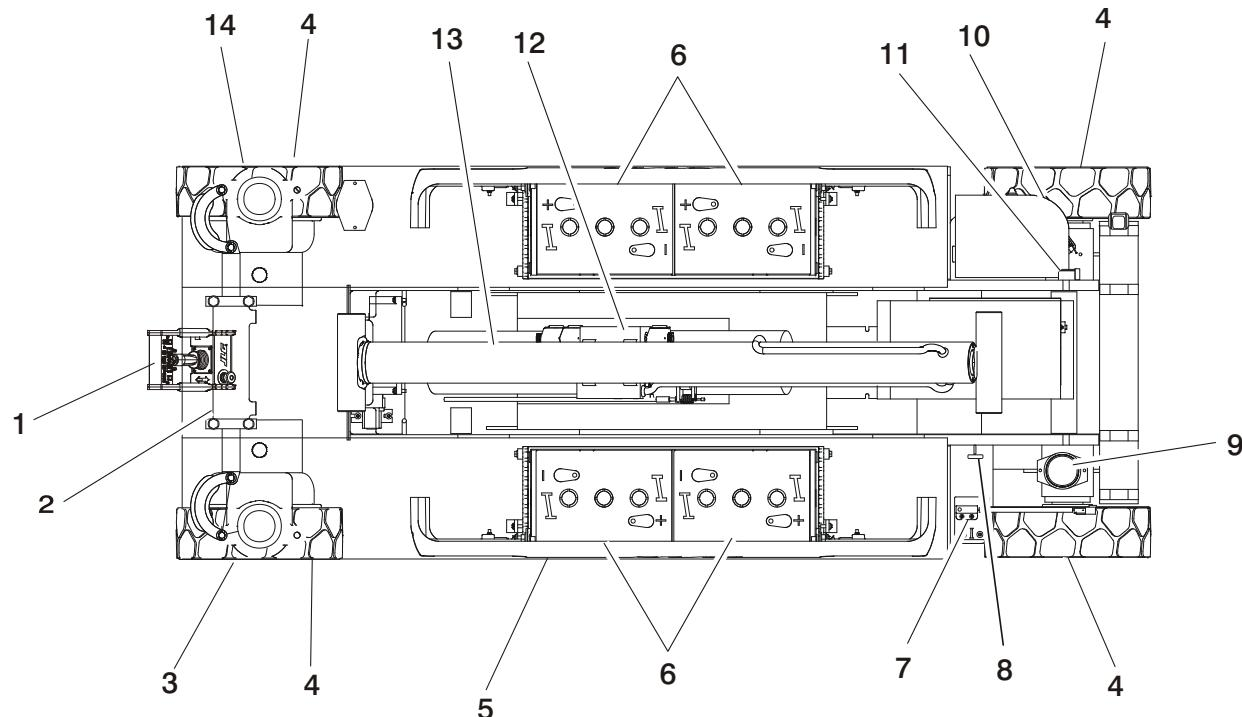

Figura 2-1. Inspección visual diaria - Hoja 1 de 3
- Inspección visual** – Consultar la Figura 2-1